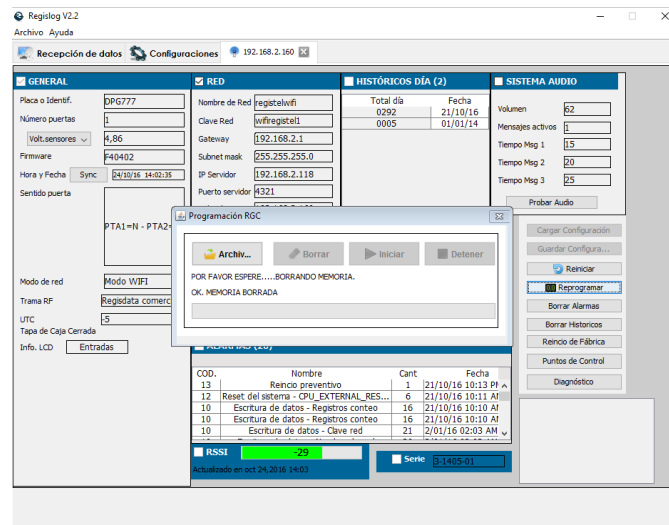

Figura 11.
3. Una vez la ventana de programación este lista. Automáticamente borrara la memoria, espere hasta que salga el mensaje (OK... MEMORIA BORRADA), (ver figura 11).